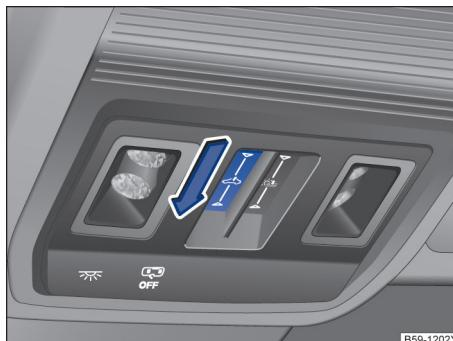

图 72 在顶篷中：关闭天窗
- 手指在功能按键 凹槽内沿箭头方向快速向前滑动一下→图 72。
- 自动运行：手指在功能按键 凹槽内沿箭头方向快速向前滑动一下→图 72。
- 触发防夹功能后 5 秒钟内按压  按钮向前滑动并保持，直至 → 图 72 天窗完全关闭。